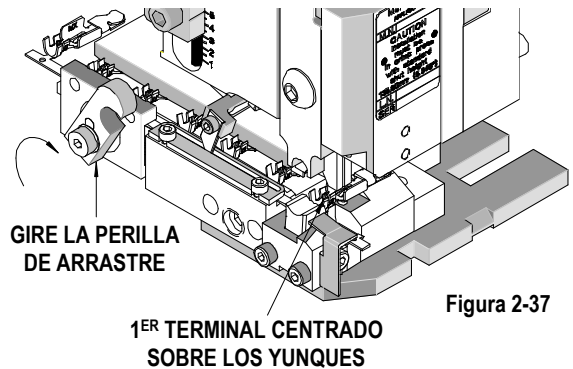

Figura 2-37
3. Eleve el arrastre de terminales girando la perilla en el frente del riel guía. Esto permitirá que los terminales se deslicen libremente por el riel guía del aplicador. Véase la Figura 2-37.